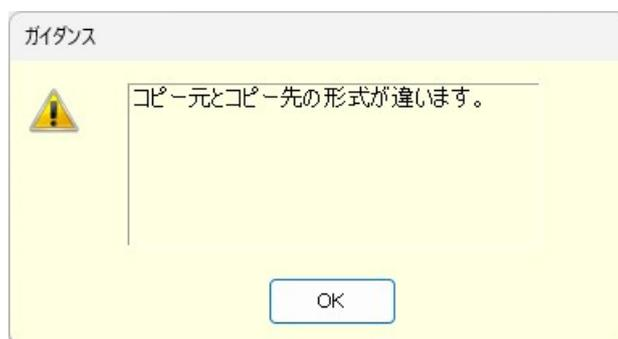

図6-8 データコピーのエラーダイアログ
- 貼り付け先として選択する範囲は、クリップボードにコピーしたときのデータ範囲と、行数と列項目を一致させてください。データ範囲が異なると、図6-8のエラーダイアログが表示されます。